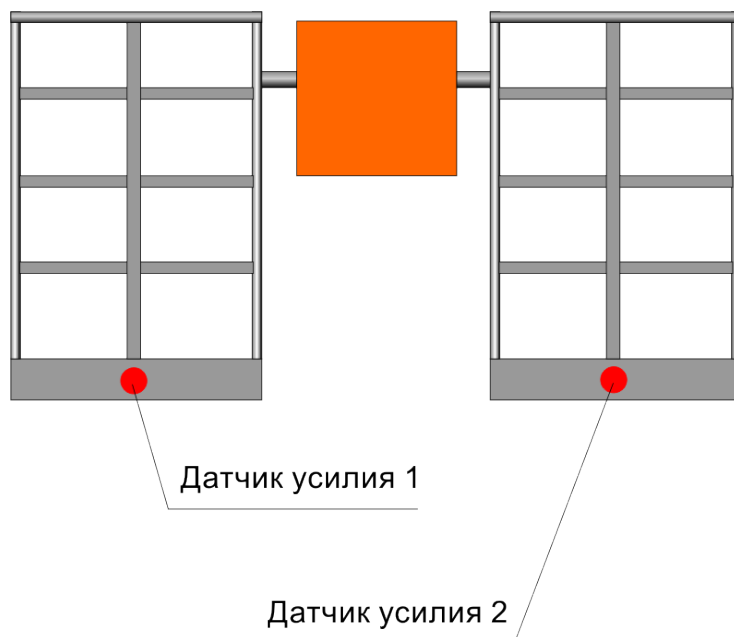

Рис. 3
7.1. Составные части системы АОГ размещаются и закрепляются на подъемнике на заранее подготовленных местах в соответствии со схемой размещения Рис.3.